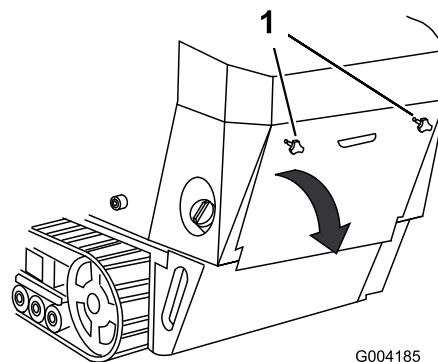

Figure 29
1. Dévissez les 2 boutons de fixation du capot d'accès arrière à la machine (Figure 29).
2. Basculez le capot d'accès arrière vers le bas et déposez-le pour accéder aux composants internes (Figure 29).